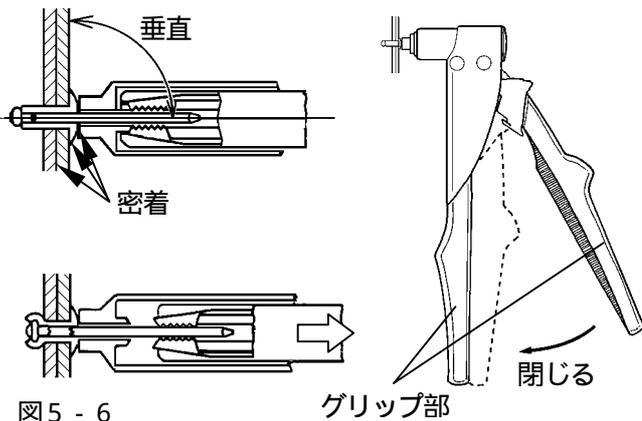

図5-6
- (2) リベットツールを母材に対し垂直に押しあて、締結される母材同士、リベットのフランジ及びノーズピースの各々が密着した状態にて、グリップ部を握りハンドルを閉じてください。マンドレルが破断し、リベットが締結されます。(図5-6)